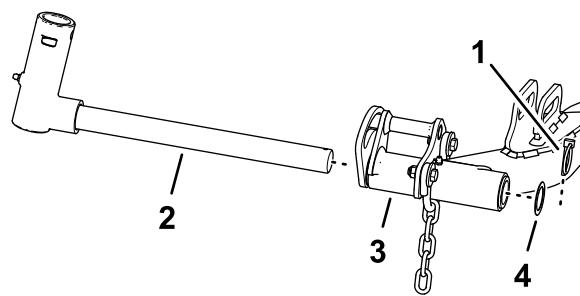

**Figura 24**
1. Deslize uma unidade de corte sob o braço de elevação (Figura 24).